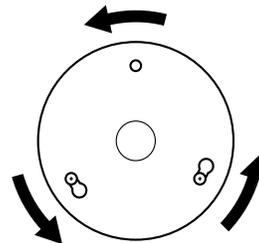

Figura 8b - Montaje de la parte superior de la caja del interruptor
4. Gire la parte superior de la caja del interruptor a la izquierda (dirección contraria al reloj) hasta que los tornillos de montaje de la caja estén situados firmemente en el extremo estrecho de las ranuras, como se muestra en la Figura 8b. Instale el tornillo #6-32 x 3/8" restante dentro del tercer agujero en la parte superior de la caja del interruptor. Apriete todos los tres tornillos firmemente.